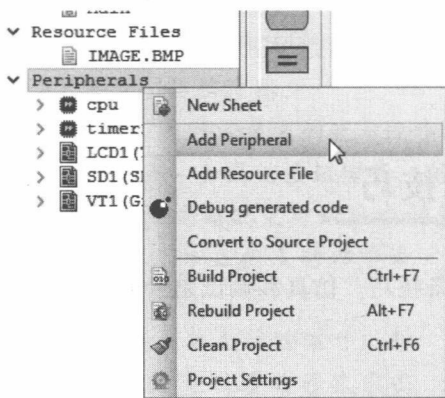

图 1-19 Peripherals 快捷菜单
(1) 外围设备模块：如图 1-19 所示，右击工程树中的 Peripherals，在弹出的快捷菜单中选择添加外围设备命令，再将外围设备方法拖放到编辑窗口中。